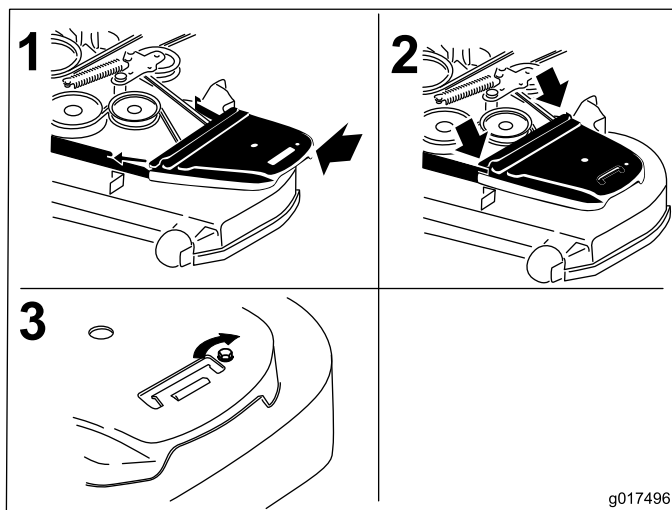

Bild 59
12. Bringen Sie die Riemenabdeckungen wieder an (Bild 59).